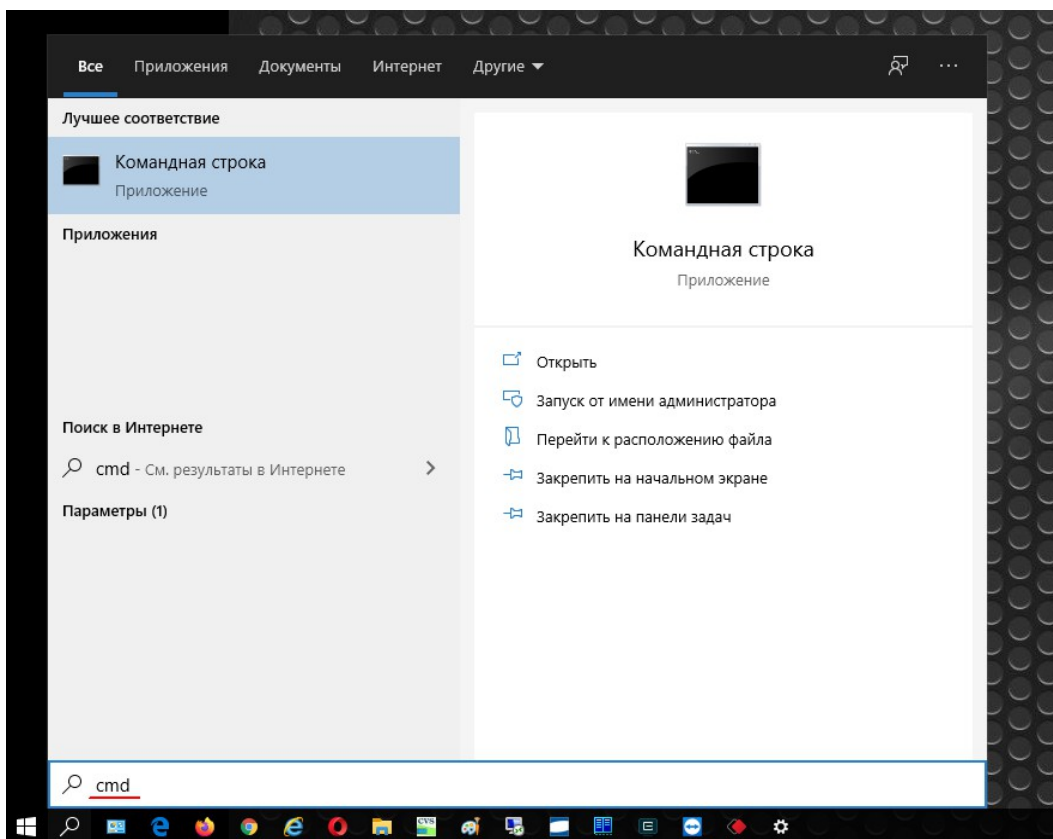

Рисунок 10: Поиск - 'Командная строка' > 'CMD'.
- ❖ В панели задач в окне поиска необходимо ввести строку «cmd» и выбрать результат поиска (Рис. 10),